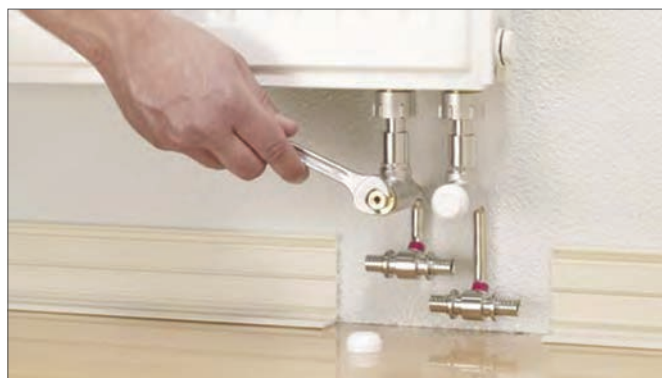

Рис. 16-45 Затяжка резьбозажимного соединения
3. Прочно затянуть резьбозажимное соединение спереди с помощью рожкового гаечного ключа на 13 (рис. 16-45).